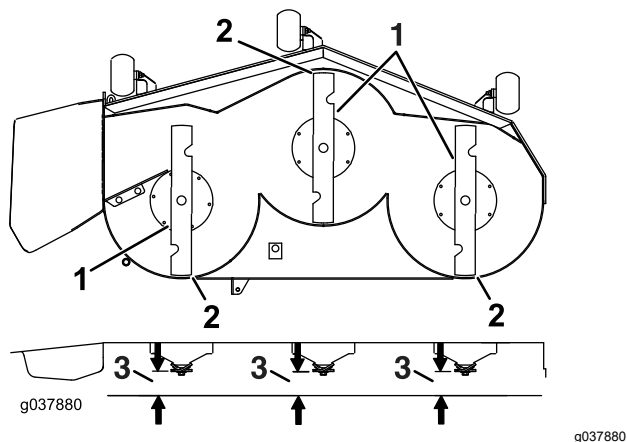

**Figure 94**
6. Mesurez la distance entre la pointe des lames et le sol plat (Figure 94). Si les deux mesures diffèrent de plus de 5 mm (3/16 po), ajustez l'horizontalité des lames; poursuivez cette procédure.
14. Tournez prudemment les lames pour qu'elles soient parallèles dans le sens transversal (Figure 94).